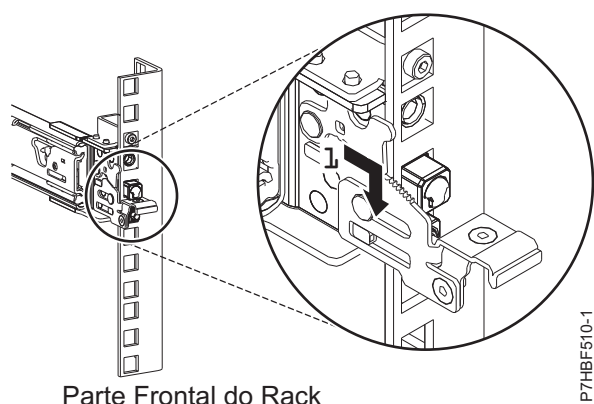

Figura 22. Pinos que são encaixados no trilho frontal do rack
6. Puxe o trilho deslizante para frente e insira os três pinos da frente do trilho nos orifícios na unidade EIA selecionada, que foi marcada anteriormente. Abaixue o trilho deslizante para baixo (1) para encaixar o gancho no pino do meio. Para obter detalhes, consulte Figura 22.